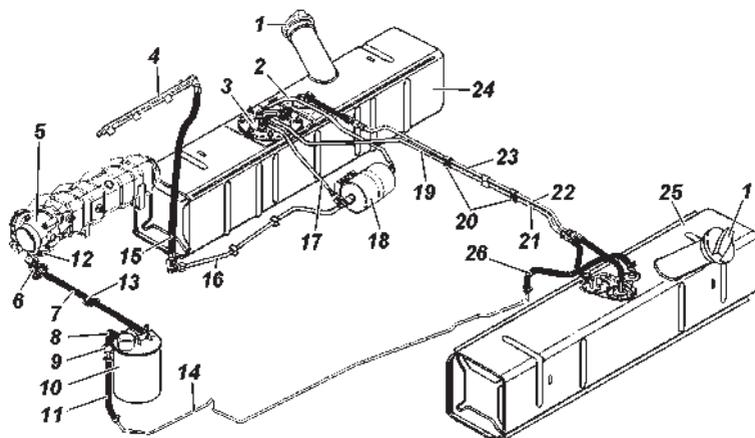

Рис. 9.7. Схема системы питания двигателя топливом:
**Фильтр тонкой очистки топлива 18** (рис. 9.7) выполнен в виде одноразового неразборного фильтр-патрона. При засорении фильтра его необходимо заменить.
**Топливные баки 24, 25** (рис. 9.7). Обслуживание топливных баков заключается в периодической промывке фильтра топливного модуля (правый бак) и промывке самих баков.
**Топливный модуль 3** (рис. 9.7) погружного типа, включающий в себя электробензонасос, сетчатый фильтр, струйный насос, регулятор давления и датчик указателя уровня топлива. В крышке погружного модуля встроен струйный насос для обеспечения перекачки топлива с дополнительного бака в основной бак. При отсутствии перекачки топлива из дополнительного бака в основной, демонтировать погружной модуль и проверить струйный насос (причины: возможно засорение жиклера в насосе, низкий расход топлива в обратной магистрали, менее 40 литров в час).